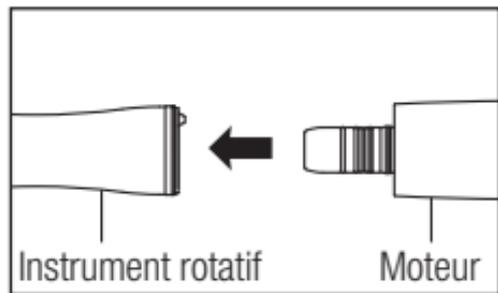

Fig. 12
- ⑤ Retirez la pièce à main du moteur. (Fig. 12)
- ⑥ Transportez la pièce à main jusqu'à la zone de décontamination.